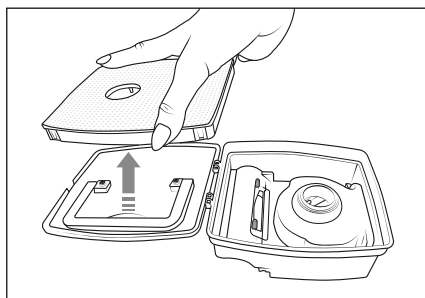

Fig. 9
- 4) Retirez le filtre EPA **7** du couvercle du bac à poussière **12** (voir figure 9).